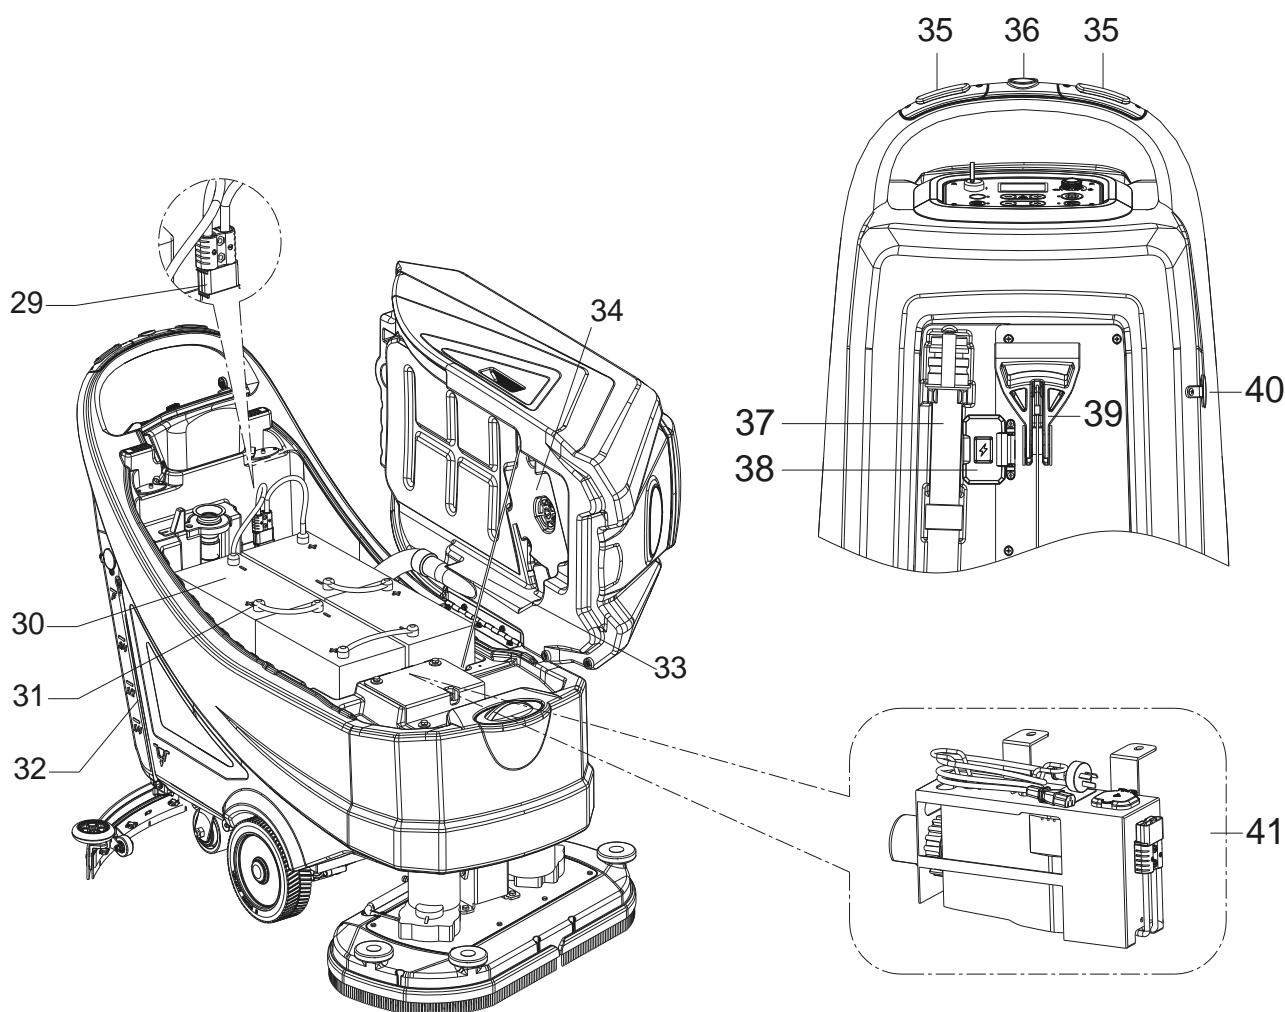

Figura 2
ESTRUTURA DA MÁQUINA (como exibido na Figura 2)
1. Certificar-se se o conector da bateria (29, Figura 2) está conectado.